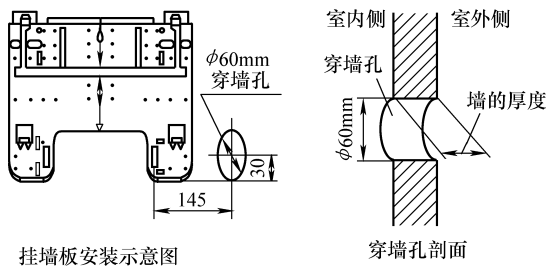

图 5-14 挂墙板安装
(2) 室内机挂墙板的安装。如图5-14所示,先将挂墙板水平固定在墙上,然后确定墙壁孔的位置,用钻头打出 $\phi 60\text{mm}$ 的墙孔,外侧稍微向下倾斜安装护圈,安装完毕,用石膏粉或油灰封住。
(3) 管路的安装